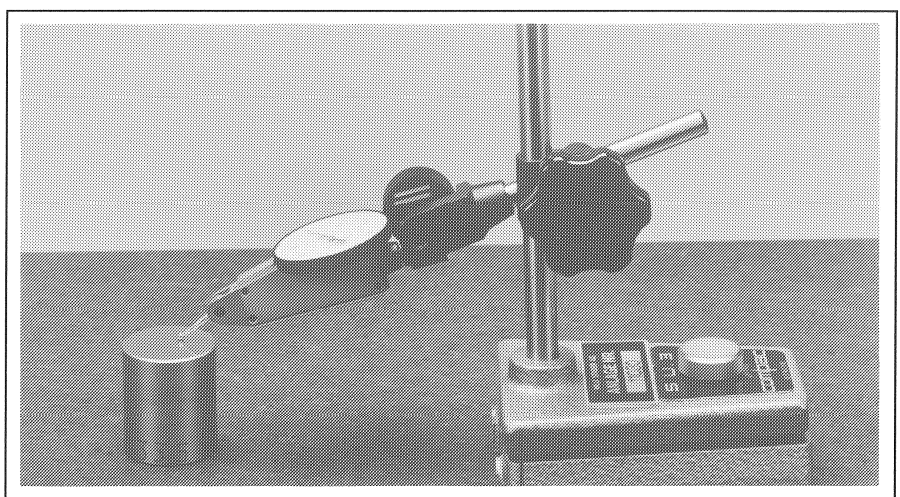

Fig. 3.4.41 Messtaster eichen.
- **Messtaster eichen:** Die Skala des Messgerätes auf einer Richtplatte anhand der Referenz-Unterlage (33,325mm) auf Null einstellen. (Fig. 3.4.41) (Referenz-Unterlage 256'734: Bestell-Nr. 10.010.001.44)